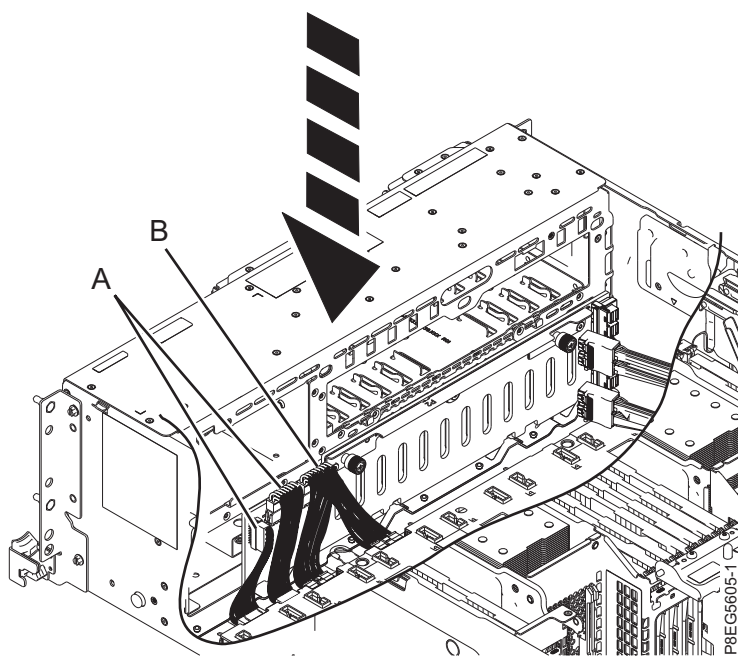

Figura 7. Reconectando os cabos de energia, sinal e painel de controle ao painel traseiro da unidade de disco
5. Reconecte os cabos de sinal e do painel de controle (A) e o cabo de energia em Y (B) ao painel traseiro da unidade de disco conforme mostrado na Figura 7.